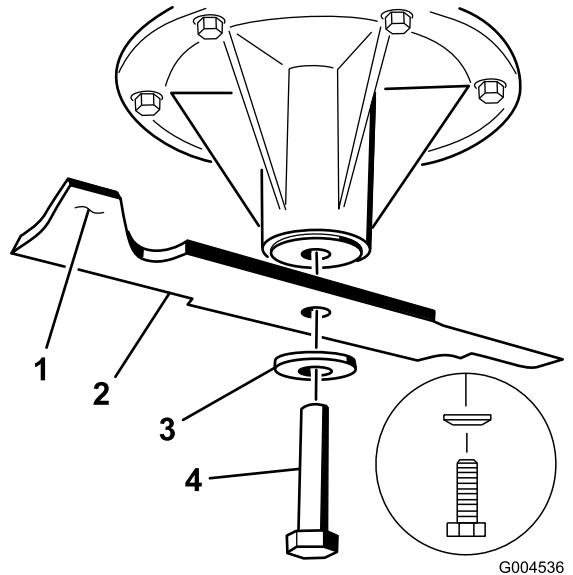

Figura 81
1. Instale la cuchilla en el eje (Figura 81).
2. Instale la arandela de muelle y el perno de la cuchilla (Figura 81).
**Nota:** El cono de la arandela de muelle debe estar orientado hacia la cabeza del perno (Figura 81).